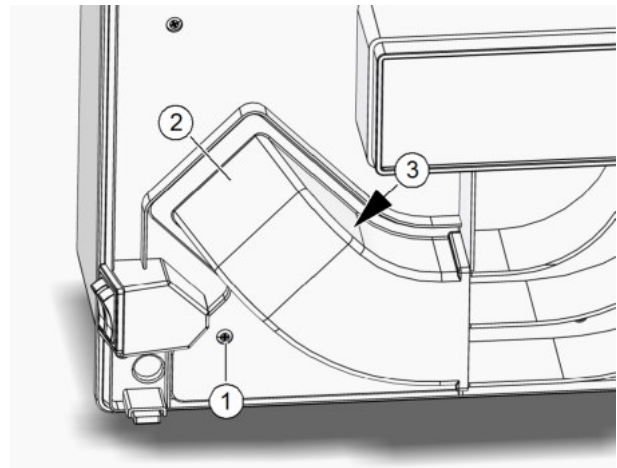

Abb. 7: Zulufthaube abnehmen
- ▶ Lösen Sie mit dem Schraubendreher die Schraube (Pos. 1 in Abb. 7) an der Zulufthaube (Pos. 2 in Abb. 7).
- ▶ Fassen Sie die Zulufthaube an den gekrümmten Wandungen und drücken Sie gegen den Druckpunkt (Pos. 3 in Abb. 7). Damit entriegeln Sie die Rastverbindung und Sie können die Zulufthaube abnehmen.